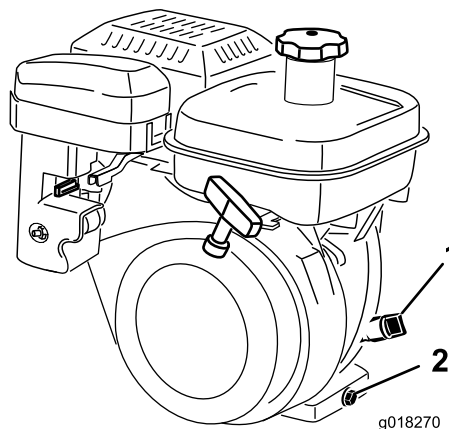

Figure 34
2. Positionnez la machine de sorte que le moteur soit de niveau et nettoyez la surface autour de la jauge d'huile (Figure 34).
3. Dévissez la jauge de niveau d'huile et retirez-la (Figure 34).
2. Placez un bac de vidange sous le bouchon de vidange à l'arrière de la machine (Figure 34). Desserrez le bouchon de vidange.